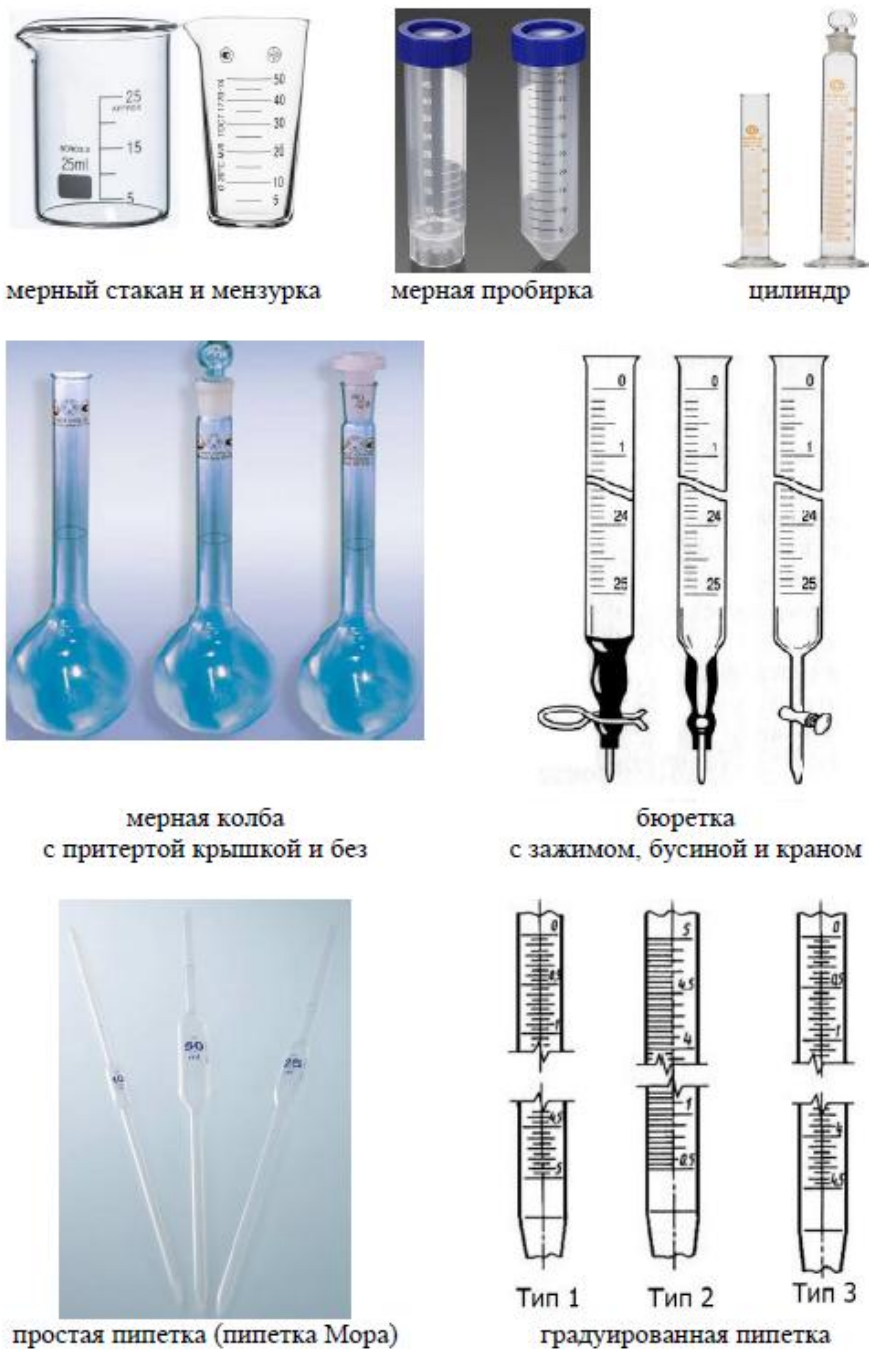

Рис. 5. Мерная посуда
*Эксикаторы* применяют для медленного высушивания, остывания и сохранения веществ, легко поглощающих влагу из воздуха. Нижнюю часть эксикатора заполняют водопоглощающим веществом (прокаленный хлорид кальция, концентрированная серная кислота, оксид фосфора (V) и др.). Над поглотителями на фарфоровом вкладыше помещают бюксы или тигли с веществами, подлежащими осушению.
**Мерная посуда** – предметы, которые используются для измерений массы или объема (рис. 5). Мерная посуда откалибрована для 20 °С и ее нельзя нагревать. Уровень измеряемой жидкости определяется по нижнему мениску. Для заполнения пипеток используют пипетаторы (груши).